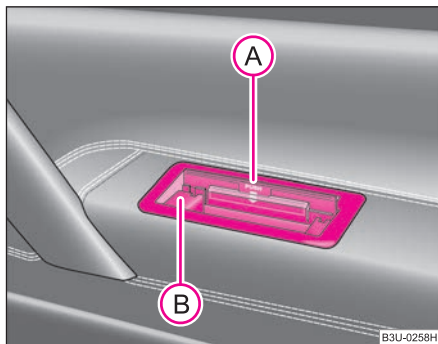

Fig. 90 Scumiera din cotiera din ușa dreapta spate
- Apăsați în poziția **A** pe partea superioară a capacului (deschis) al scumierei, scumiera **B** se ridică ⇒ pagina 98, fig. 90.